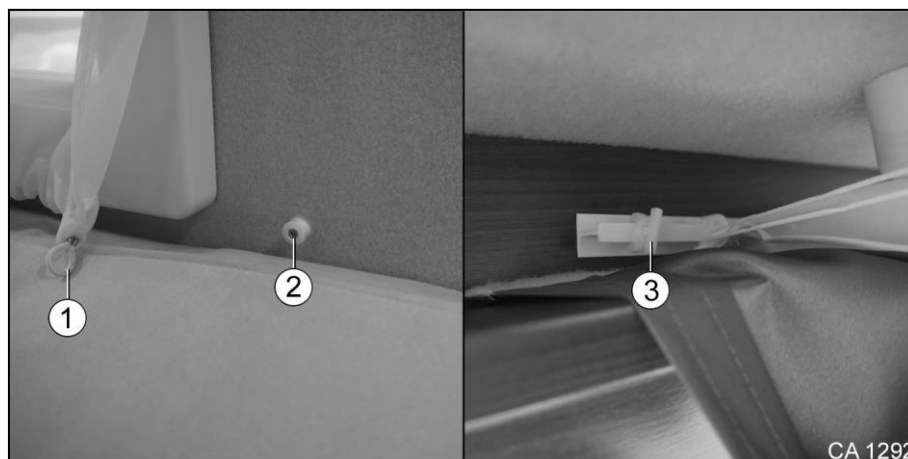

Fig. 156 Rideau
1. Desserrer les deux passants (Fig. 156/1) du dispositif de fixation (Fig. 156/2).
2. Ouvrir la fermeture (Fig. 156/3) en tournant.